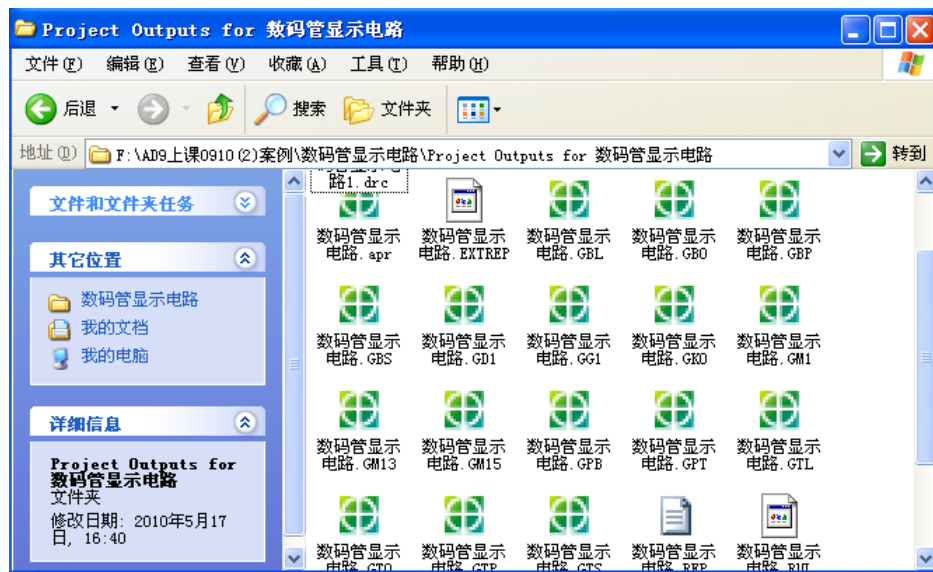

图12-15 Gerber输出文件清单
7.此时用户可以查看刚才生成的Gerber文件，用“我的电脑”在PCB同位置的文件夹可以看见新生成的Gerber文件（图12-15）。